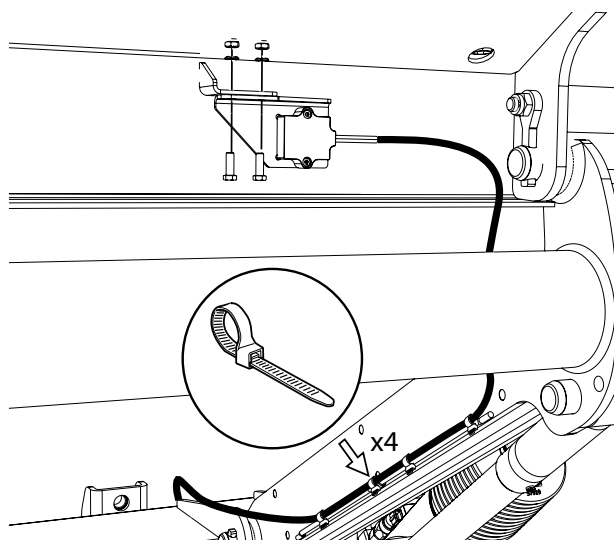

Imagen 57. Montaje del inclinómetro
1. Montar el inclinómetro en la plataforma, utilizar los tornillos, las tuercas y las arandelas proporcionados y sujetar el cable con bridas, véase Imagen 57.